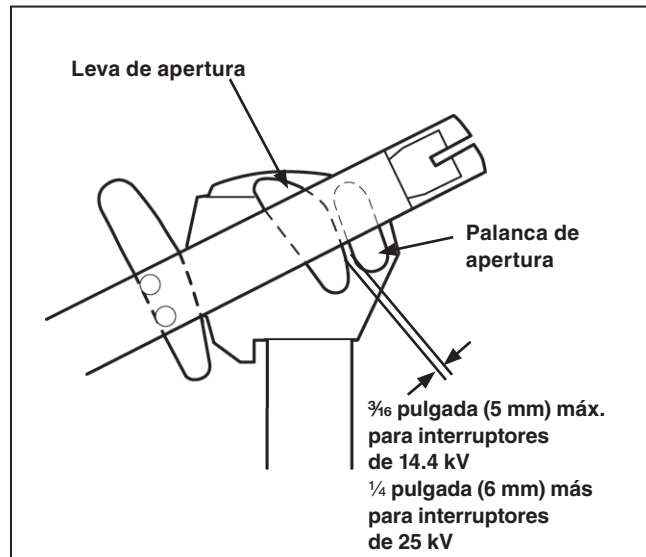

Figura 40. Conjunto de cuchillas moviéndose en dirección de cierre.
- Ya que las cuchillas se mueven en la dirección de cierre, la distancia entre las levas de apertura de la cuchilla y las palancas de apertura de la cámara interruptiva deben estar dentro del límite mostrado. Ver Figura 40.